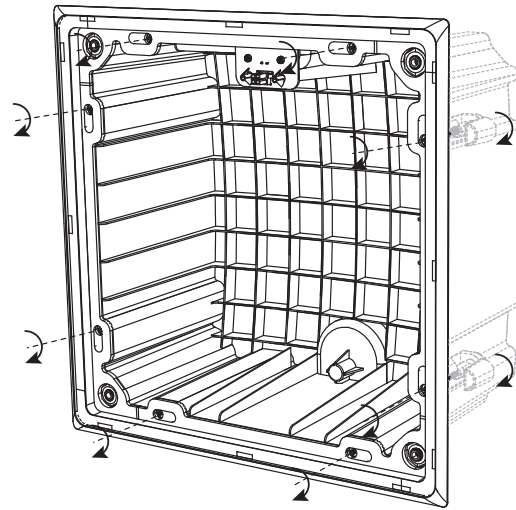

Fig. 18. Tighten the mounting clamp screws (X8)
3. Håll baksidan på plats i taket medan du drar åt fästskruvarna medurs (fig. 18). Gör detta systematiskt tills alla åtta klämmor är på plats och håller baksidan säkert mot takgipsen.